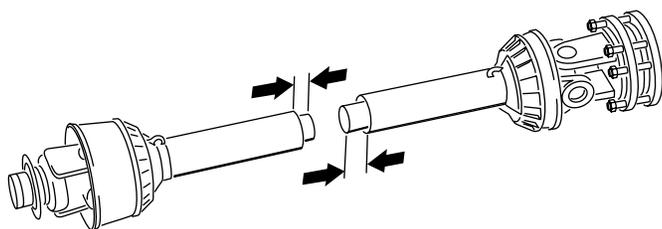

Рисунок 17
- Отделите друг от друга 2 половины вала отбора мощности (Рисунок 17).
- Измерьте расстояние от конца каждой трубы до ее защитного кожуха (Рисунок 17). Запишите этот размер.